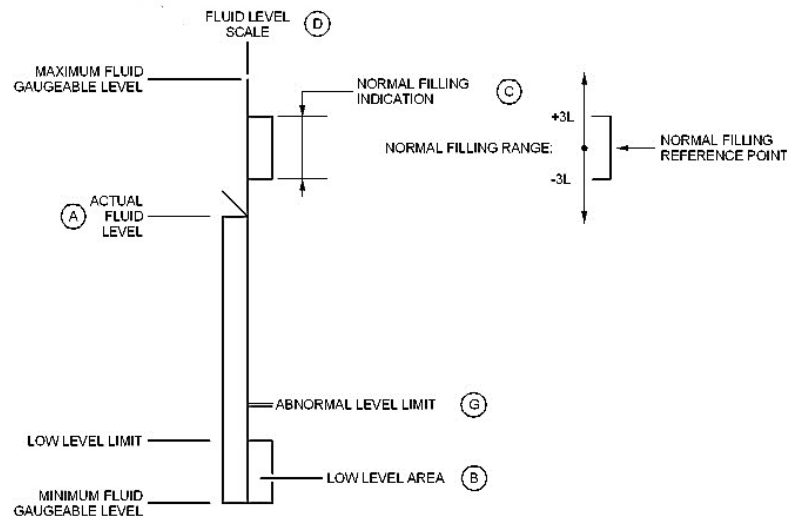

Рис.1.14. Индикатор уровня гидрожидкости в резервуаре.
(1). Индикатор уровня гидрожидкости в резервуаре (рис.1.14.):